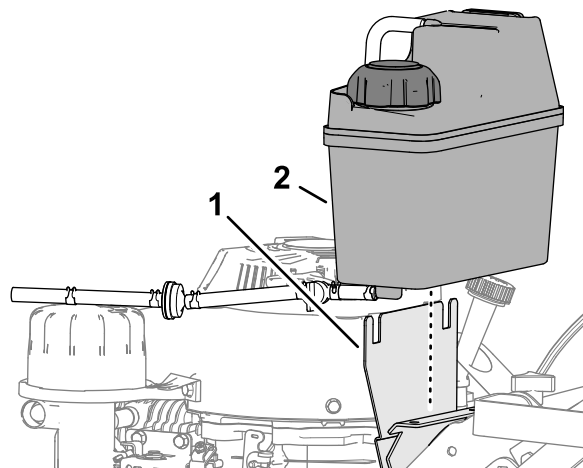

Figure 39
1. Alignez les languettes du réservoir de carburant sur la plaque du support du réservoir (Figure 39).